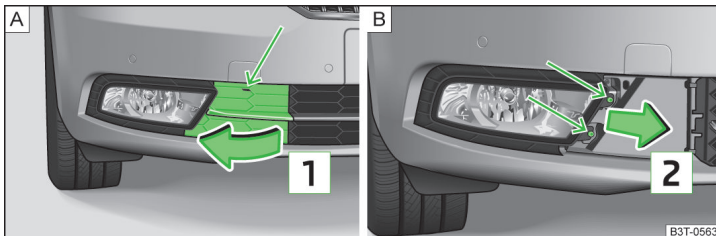

Abb. 206 Vorderer Stoßfänger: Schutzgitter / Nebelscheinwerfer ausbauen
- › Das Schutzgitter im Pfeilbereich » Abb. 206 - **A** mithilfe des Bügels zum Abziehen der Radvollblenden » Seite 212, Bordwerkzeug lösen.
- › Den Nebelscheinwerfer » Abb. 206 - **B** mit dem Schraubendreher aus dem Bordwerkzeug abschrauben.
- › Zum erneuten Einbau den Nebelscheinwerfer entgegen der Pfeilrichtung **2** » Abb. 206 - **B** einsetzen und festschrauben.